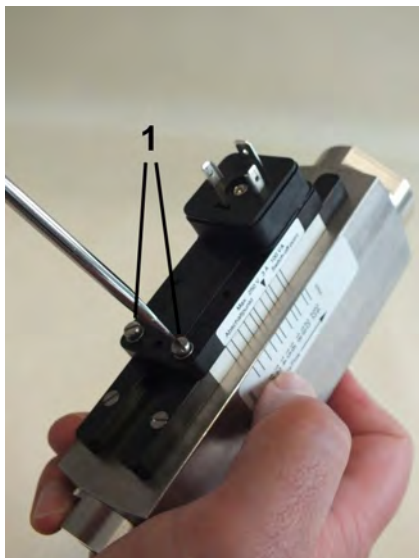

Abb. 35: Feststellschrauben lösen
1.  Die Feststellschrauben des Schaltkontaktes (Abb. 35/1) mit einem Schlitzschraubendreher lösen.
3.  Feststellschrauben des Schaltkontaktes (Abb. 35/1) mit einem Schlitzschraubenzieher wieder anziehen. Dabei Schrauben-Anziehdrehmoment beachten.